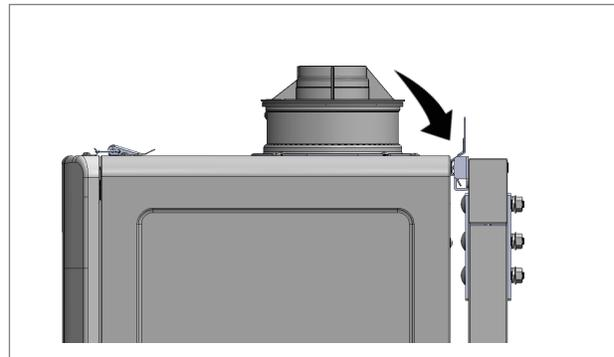

Fig. 11
9. Cuelgue la caldera en el estribo de suspensión (Fig. 11). Consulte el Manual de instalación y funcionamiento de la caldera para obtener instrucciones detalladas.